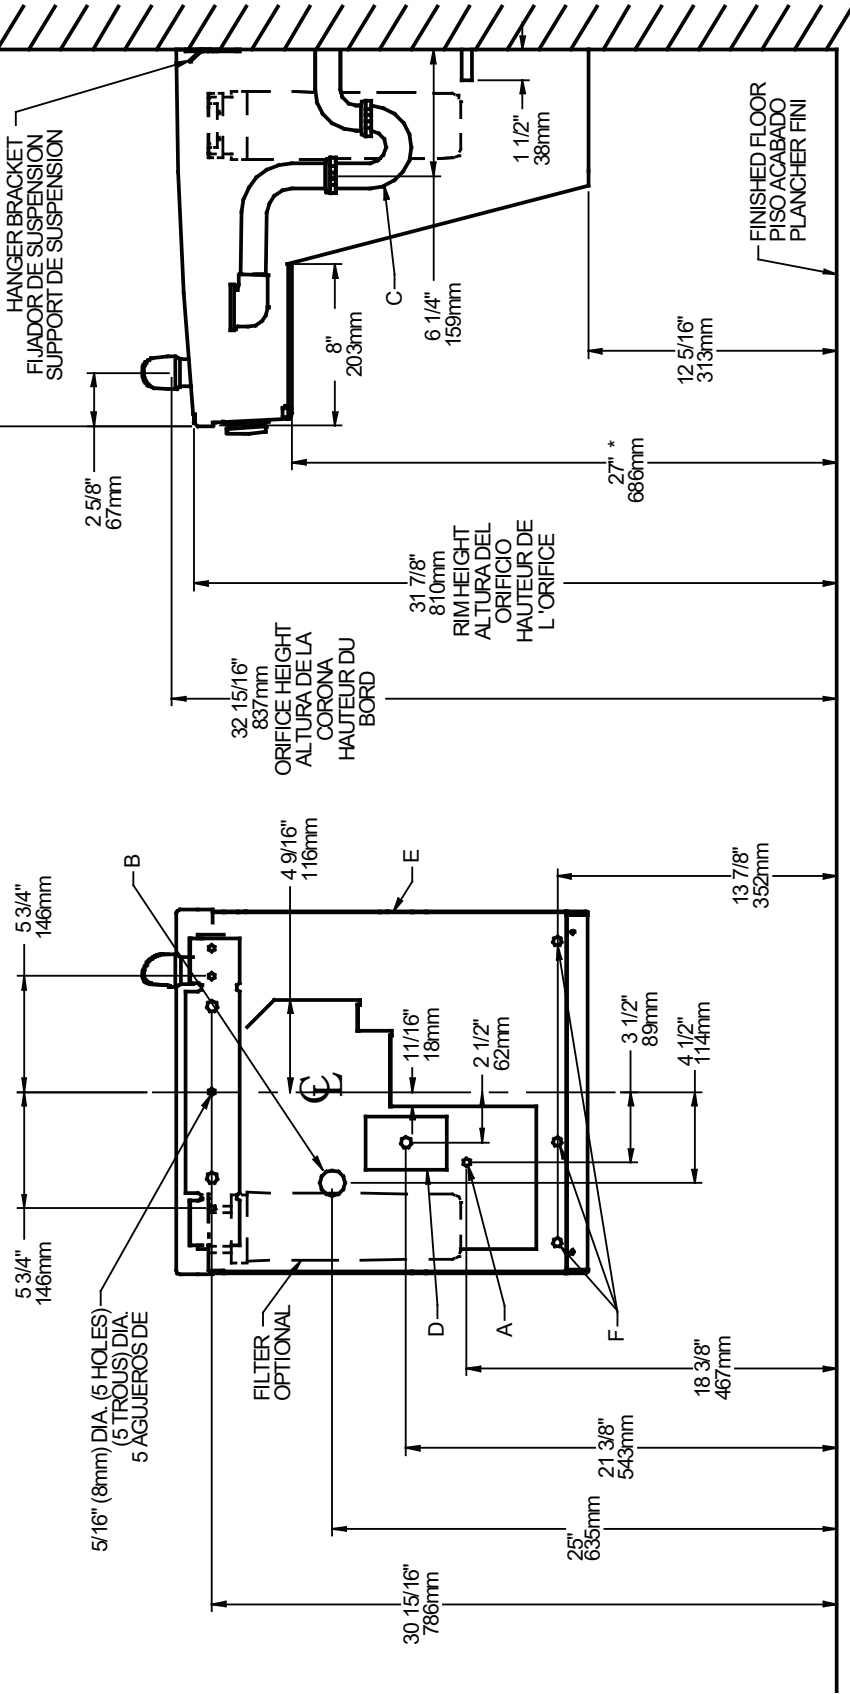

Fig. 2
- 1) Remove hanger bracket fastened to back of cooler by removing one (1) screw.
- 2) Mount the hanger bracket and trap as shown in Figure 2.
- 4) Hang the cooler on the hanger bracket. Be certain the hanger bracket is engaged properly in the slots on the cooler back as shown in Figure 2.
- 5) Loosen the two (2) screws holding the lower front panel at the bottom of cooler base and two (2) screws at the top (**Use torx bits sold separately**). Remove the front panel and set aside.
- 7) Remove the slip nut and gasket from the trap and install them on the cooler waste line making sure that the end of the waste line fits into the trap. Assemble the slip nut and gasket to the trap and tighten securely. Recommend fastening cooler to wall using 5/16 bolt holes, (see fig.2, "F").
- 1) Quite el fijador de suspensión sujetos a la parte posterior del enfriador quitando un (1) tornillo.
- 2) Monte el fijador de suspensión y quite el purgador como se muestra en la Fig.2.
- 5) Afloje los dos (2) tornillos que sostienen la parte inferior del panel en la parte inferior de la base del enfriador y los dos (2) tornillos en la parte superior (**Utilice los pedacitos torx vendidos por separado**). Quite el panel frontal y póngalo a un lado.
- 7) Saque la tuerca deslizante y empaquetadura del colector e instálelos en la manquera de residuos de la nevera, asegurándose que el extremo de la manquera encaje en el colector. Coloque la tuerca deslizante y la empaquetadura en el colector y apriete firmemente. Recomendamos el refrigerador de la cerradura para emparedar usando 5/16" agujeros de perno, (véase fig. 2, "F").
- 1) Retirez le support de suspension à l'arrière du refroidisseur en enlevant une (1) vis.
- 2) Installez le support et le siphon tel qu'indiqué à la fig. 2.
- 4) Installez le refroidisseur sur le support en vous assurant que ceux-ci sont bien installés dans les fentes à l'arrière du refroidisseur tel qu'indiqué à la figure 2.
- 5) Dégagez les deux (2) vis retenant le panneau inférieur avant au bas de la base du refroidisseur ainsi que deux (2) vis sur le dessus (**Employez le peu Torx vendu séparément**). Retirez le panneau avant et mettez-le de côté.
- 7) Retirez l'écrou coulissant et le joint du siphon et les installer sur la conduite de vidange de la fontaine en s'assurant que l'extrémité de la conduite de vidange s'ajuste dans le siphon. Assemblez l'écrou coulissant et le joint sur le siphon et serrer fermement. Recommandez le refroidisseur d'attache pour murer utilisant 5/16" ; trous de boulon, (voir la fig. 2, " ; F" ;).